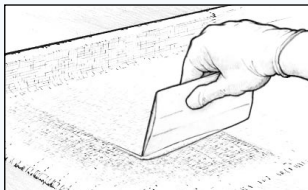

Figura 24 Eliminare la resina epossidica in eccesso prima che inizi a gelificare.
6. Rimuovere la resina epossidica in eccesso con una spatola (*Figura 24*), con lunghe passate sovrapposte ed esercitando una pressione uniforme. Lo scopo è rimuovere la resina epossidica in eccesso che potrebbe causare il distacco del tessuto dalla superficie e al tempo stesso evitare la formazione di chiazze asciutte dovute all'eccessiva pressione applicata sulla spatola. Una resina epossidica in eccesso appare lucida mentre una superficie adeguatamente impregnata appare uniformemente trasparente con una trama di tessuto levigata. Le successive mani di resina epossidica consentiranno di coprire la trama del tessuto.